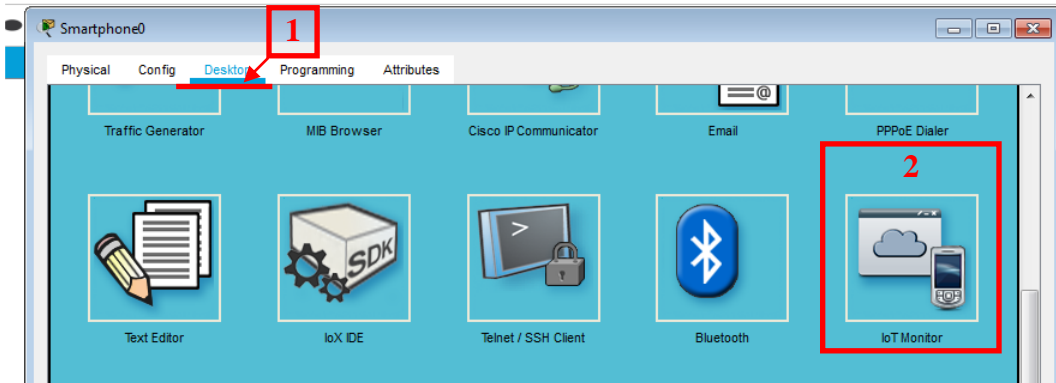

Рис.3.13
Переходимо у вкладку Робочий стіл (Desktop) смартфона (1) (рис.3.13) та обираємо IoT Monitor (2)